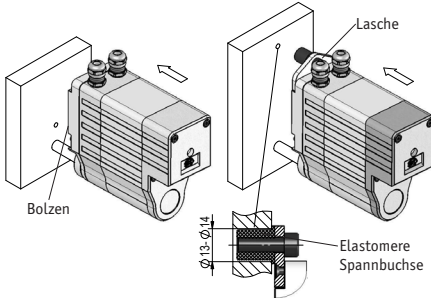

Abb. 2: Anbaumöglichkeiten
- Die Befestigung erfolgt mittels Drehmomentabstützung (Bolzen oder Lasche siehe Abb. 2) und Klemmung der Welle. Montieren Sie das Getriebe möglichst verspannungsfrei und mit einer dafür vorgesehenen Drehmomentabstützung. Für radiale spielfreie Montage eignet sich die an der Lasche befindliche Elastomere-Spannbuchse.
- Die Spannbuchse bis zum Anschlag in die Montagebohrung (siehe Abb. 2) schieben und festziehen.